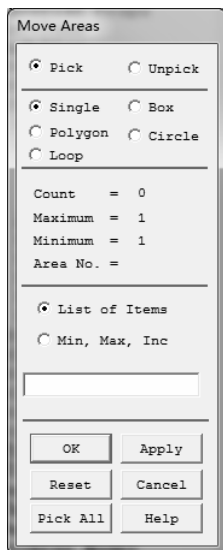
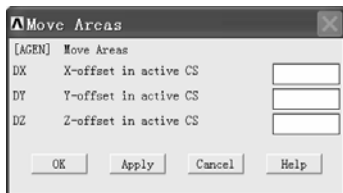

图 2-43 “Move Areas”窗口
图 2-44 另一种“Move Areas”窗口
(4) 单击操作界面左上角处工具条中的“SAVE\_DB”按钮（见图 2-43），保存文件。
(5) 依次选择 Main Menu>Preprocessor>Move/Modify>Areas>Areas，弹出“Move Areas”窗口（见图 2-43）。用鼠标左键单击图中右侧的圆，然后单击“OK”按钮弹出另一种“Move Areas”窗口（见图 2-44）。